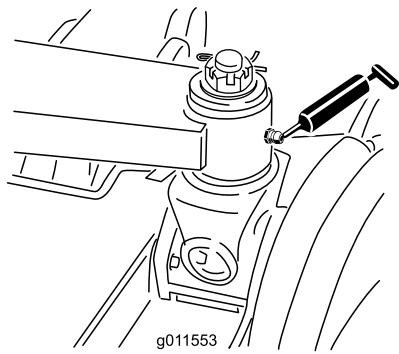

Figura 43
- 6 boccole del braccio di sollevamento principale (Figura 42 e Figura 43)